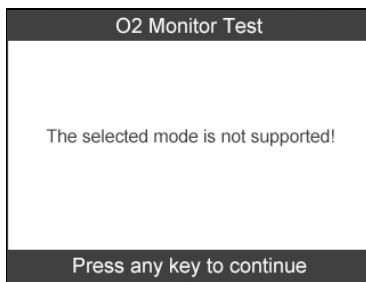

Abbildung 6.18
- Unterstützt das Fahrzeug den Modus nicht, wird eine Infomeldung angezeigt. (Abbildung 6.18)